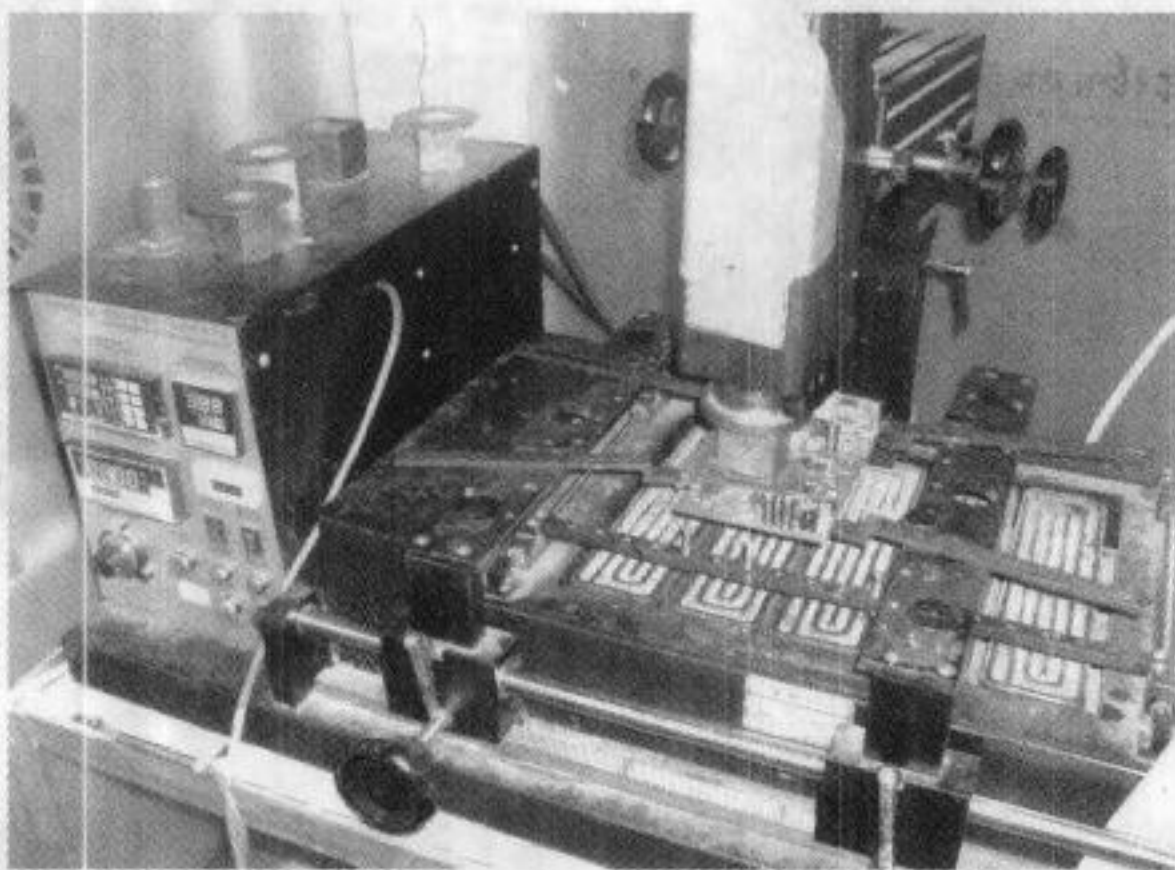

图 4-31 固定显卡
(5) 将显卡放置在 BGA 拆焊机上, 设置好温度曲线, 开始加焊, 如图 4-31 所示。